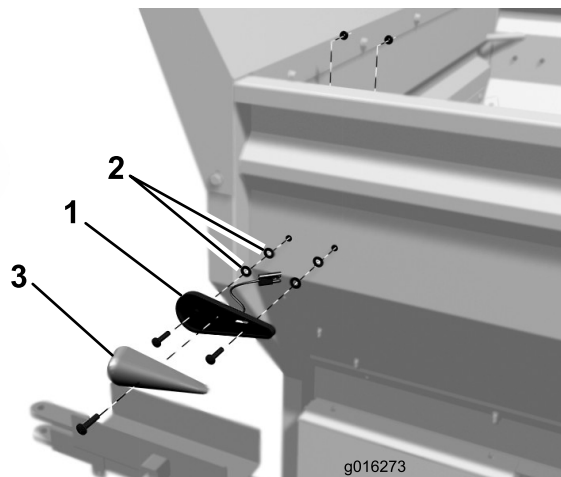

Figura 2
3. Fixe uma montagem de luzes no lado da tremonha com (2) parafusos de máquina de 1/4 x 1 pol., anilhas de 0,281 x 0,625 e (2) porcas flangeadas de 1/4 pol. Posicione os componentes como se indica em Figura 2. Instale (2) anilhas em cada parafuso e certifique-se de que estão posicionadas entre a montagem da luz e a tremonha.
4. Prenda as lentes de sinalização na montagem com um parafuso (Figura 2). Repita o procedimento no lado direito da tremonha.